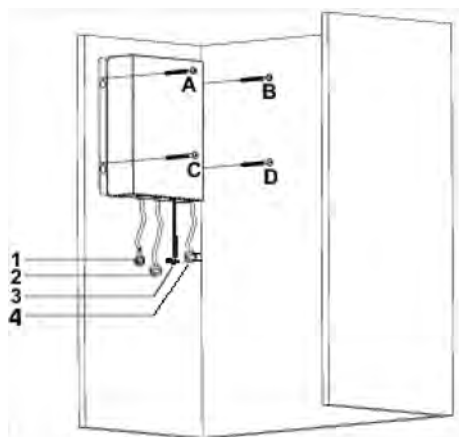

Fig. 10
Se till att fläkten har korrekt höjd över kokplattan. Vi rekommenderar 500-600 mm över elektrisk spishäll och 700-850 mm över gasspis (Fig. 10).
2. ➤ Elektronikboxen kan monteras inuti skåpet med de fyra skruvarna 3,5 x 16mm vid punkterna A, B, C & D (Fig. 10).